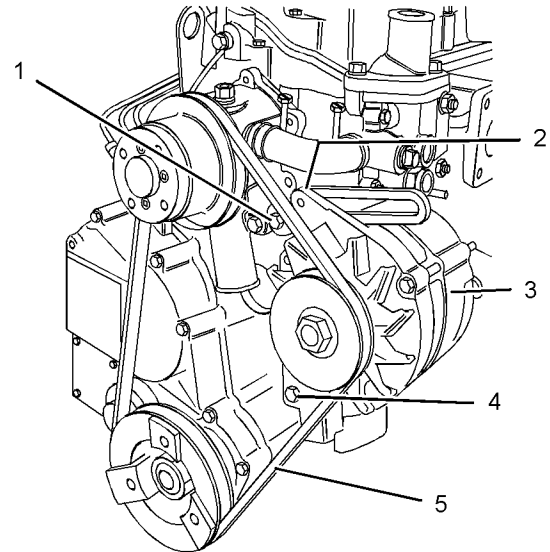

Abbildung 40
- Den Keilriemen (5) an den Riemenscheiben positionieren. Die richtige Verlegung des Riemen ist der Abbildung 40 zu entnehmen.
- Den Drehstromgenerator (3) vom Motor wegschieben. Informationen zur richtigen Riemenspannung finden sich in diesem Betriebs- und Wartungshandbuch, "Drehstromgenerator- und Lüfterriemen – kontrollieren/einstellen". Die Schraube (1), die Schraube (2) und die Schraube (4) mit einem Anziehdrehmoment von 25 N·m (18 lb ft) festziehen.